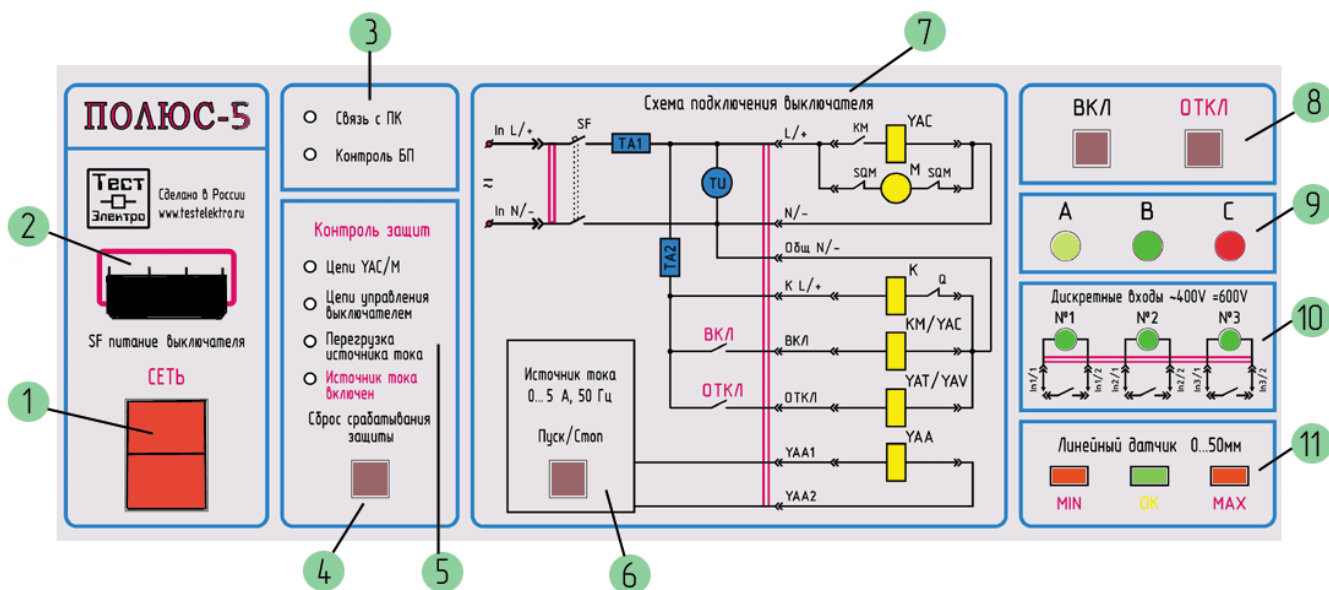

Рисунок 1
3.2. Внешний вид прибора, рисунок 1.